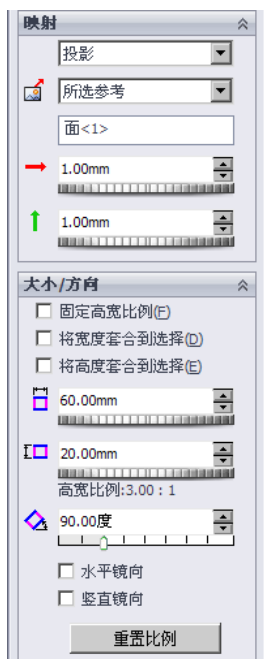
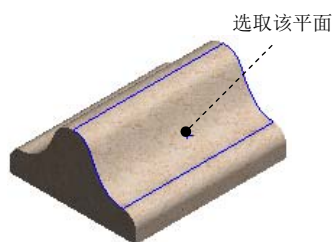

图 8.6.6 设置“贴图”的大小、方向
图 8.6.7 选择要贴图的面
(3) 调整贴图。单击 **映射** 选项卡, 在“贴图”对话框中切换到图 8.6.6 所示的映射选项卡, 在 **所选几何体** 区域单击 **面** 按钮, 选取图 8.6.7 所示的面为贴图面; 在 **映射** 区域下拉列表中选择 **投影** 选项, 在 **→** 后的文本框中输入水平位置值 1.0, 在 **↑** 后的文本框中输入垂直位置值 1.0; 在 **大小/方向** 区域中取消选中 **固定高宽比例(F)** 复选框, 在 **↓** 后的文本框中输入高度数值 60.0, 在 **□** 后的文本框中输入宽度数值 20.0, 在 **↻** 后的文本框中输入贴图旋转角度数值 90.0。